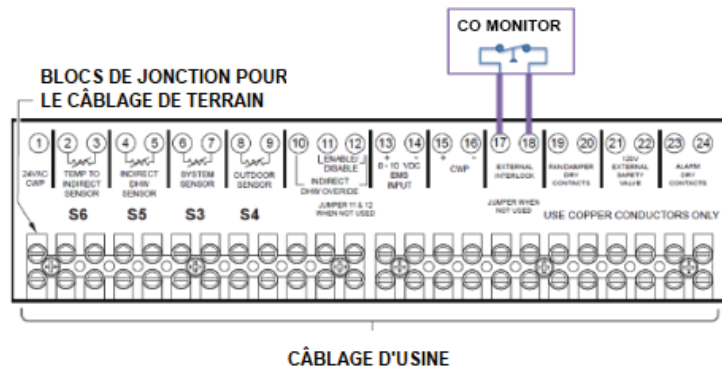

Figure 75. Câblage de terrain basse tension (moniteur CO)
3. Connectez le capteur de CO aux bornes 17 et 18 du "Field Terminal Wiring Block" (bloc de câblage des bornes de terrain) conformément à la **Figure 75**.